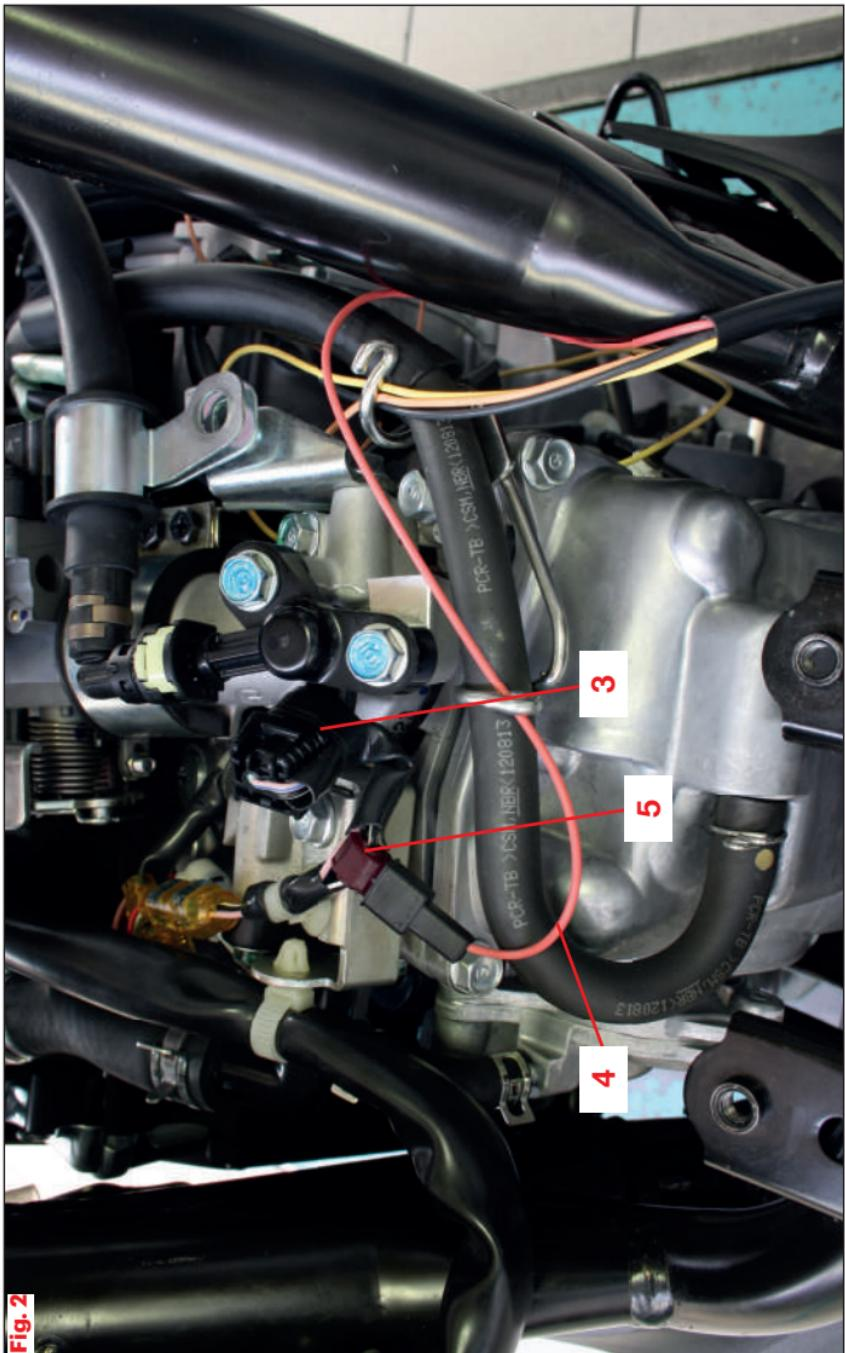

Fig. 2
- Individuare l'iniettore **3 (Fig. 2)**.
- Collegare il cavo rosso **4** proveniente dalla centralina al rubacorrente **5 (Fig. 2)**.
- Locate the injector **3** (**Fig. 2**).
- Connect the red wire **4** which comes from the CDI to the electrical tap connector **5** (**Fig. 2**).
- Trouver l'injecteur **3** (**Fig. 2**).
- Connectez le câble rouge **4** en provenance du boîtier électronique à l'aiguille prise de tension **5** (**Fig. 2**).